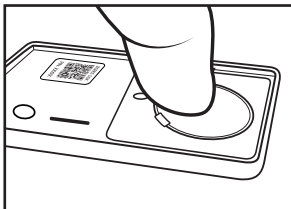

FIGURA 6
2. Una vez que el controlador esté listo para agregar su dispositivo, retire la cubierta superior del sensor (consulte la figura 6).
4. Al instalar una batería nueva, asegúrese de que la polaridad sea la adecuada, con el lado positivo hacia arriba. Inserte primero el extremo inferior para que la batería quede debajo de las nervaduras laterales (ver Figura 6). Presione hacia abajo el extremo superior para asegurar la batería en su lugar.